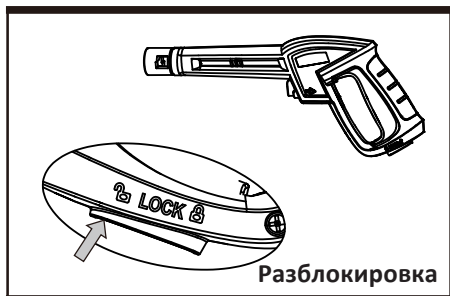

Рис. J1
4. Приведите кнопку защиты от случайного пуска в положение «» — рычаг пистолета-распылителя разблокирован (см. рис. J1).